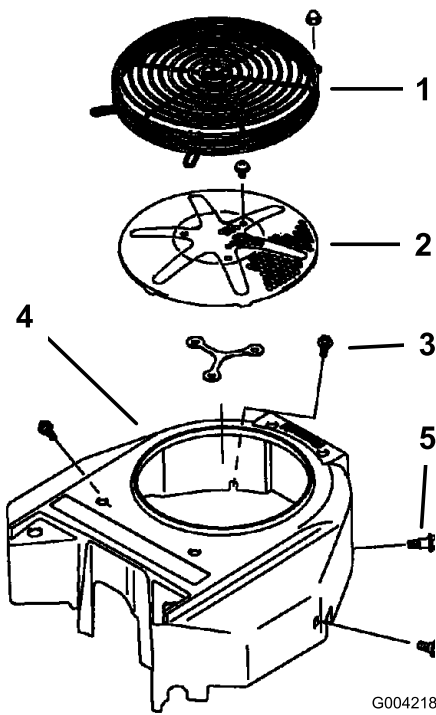

図 54
毎回、運転前に、エンジンスクリーンやその付近に刈りかすやごみがたまっていたら取り除いてください。これにより、十分な冷却効果と適正なエンジン回転数が確保でき、エンジンのオーバーヒートや損傷の発生を抑えることができます（図 54）。
3. 吸気スクリーンとリコイルスタータ、ファンハウジングを取り外す（図 54）。
5. 吸気スクリーン、スタータ、ファン・ハウジングを取り付ける（図 54）。